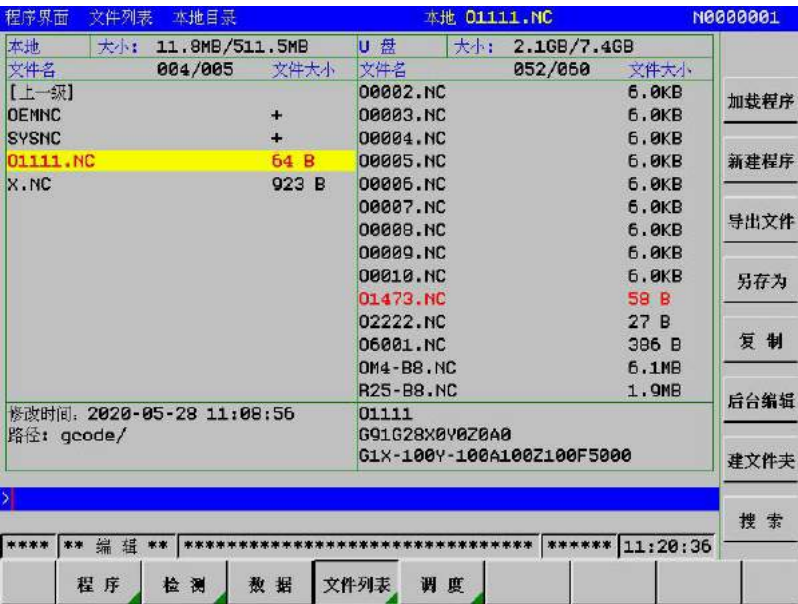

图3-2-5
- (1) 按照 U 盘传入程序至 NC 中操作步骤，进入以下画面。按 、 翻页键或者按 、 光标键，选择要导出的程序。
- 例：文件名 O1111.NC（见图 3-2-5）。